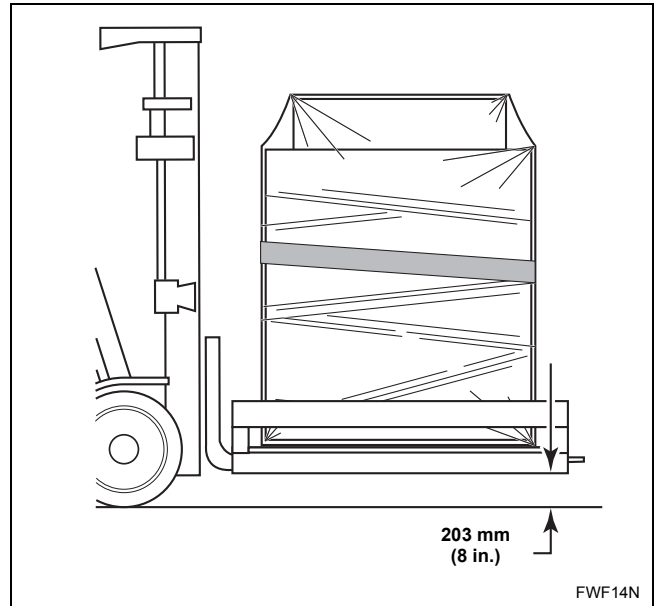

Abbildung 4
3. Die noch verpackte Wäschemangel vorsichtig mit dem Gabelstapler anheben. Siehe *Abbildung 4*.